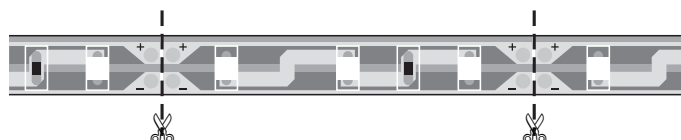

Bild 1
2. LED-Platine, falls erforderlich, kürzen (Bild 1).
LED-Platinen können jeweils nach **drei** LEDs getrennt werden (Bild 1).